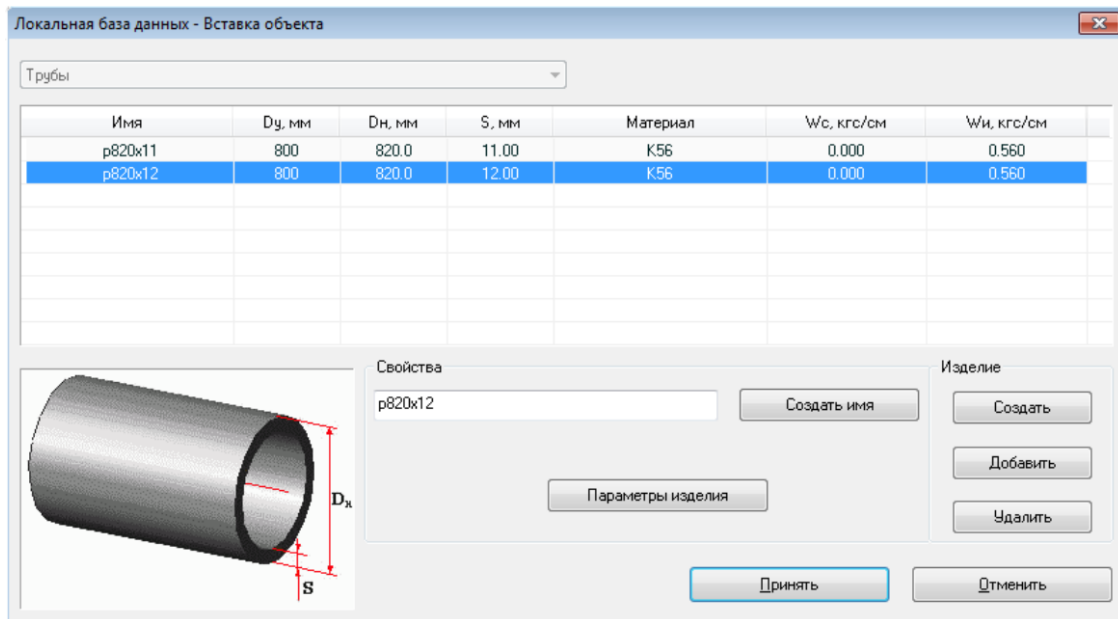

Рис. 5.2.2. Диалоговое окно вставки трубы
2. Выберите с помощью указателя мыши ребра, которые будут преобразованы в трубы, нажмите правую кнопку мыши и выберите пункт "ВВОД" (или нажмите клавишу <ENTER>). Появится окно таблицы объектов локальной базы данных в режиме вставки объекта PIPE (рис. 5.2.2).
3. В появившемся диалоговом окне (рис. 5.2.2.) необходимо выбрать один из объектов таблицы PIPE локальной базы данных (выбрать параметры вставляемой трубы). Чтобы преобразовать ребра в трубы, нажмите кнопку "Принять". При этом будет произведена проверка корректности параметров вставляемого объекта. В случае, если один из основных параметров объекта не будет корректно задан, программа выдаст предупреждение и вернет пользователя в окно вставки объекта. Для отмены вставки нажмите кнопку "Отменить".